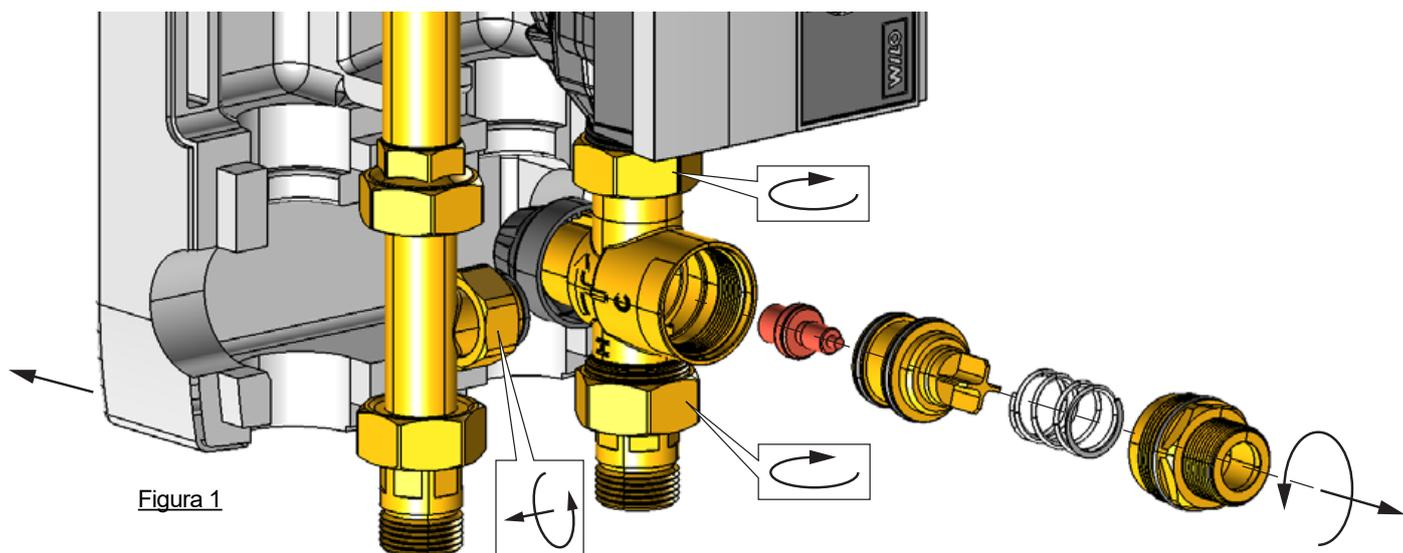

Figura 1
- (A) Valvola a sfera sul ramo di mandata (termometro con anello rosso).
- (B) Valvola a sfera sul ramo di ritorno (termometro con anello blu) con valvola di non ritorno.
**ATTENZIONE:** Il miscelatore termostatico (C) può essere smontato per manutenzione. Allentare le 3 calotte ed indietreggiare quella del ricircolo. Estrarre la guarnizione e fare ruotare il corpo del miscelatore in modo da accedere comodamente alla cartuccia. Svitare il manicotto filettato con esagono 33 mm con una chiave appropriata. Estrarre i componenti, pulire lubrificare e rimontare rispettando la sequenza della **Figura 1**. Avvitare il manicotto e ripristinare la coppia di serraggio a 40 Nm. Riposizionare il miscelatore sostituendo eventualmente le guarnizioni danneggiate. Bloccare le 3 calotte.